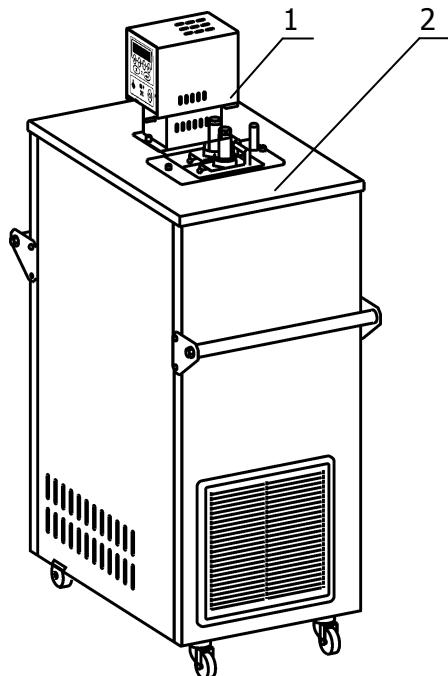
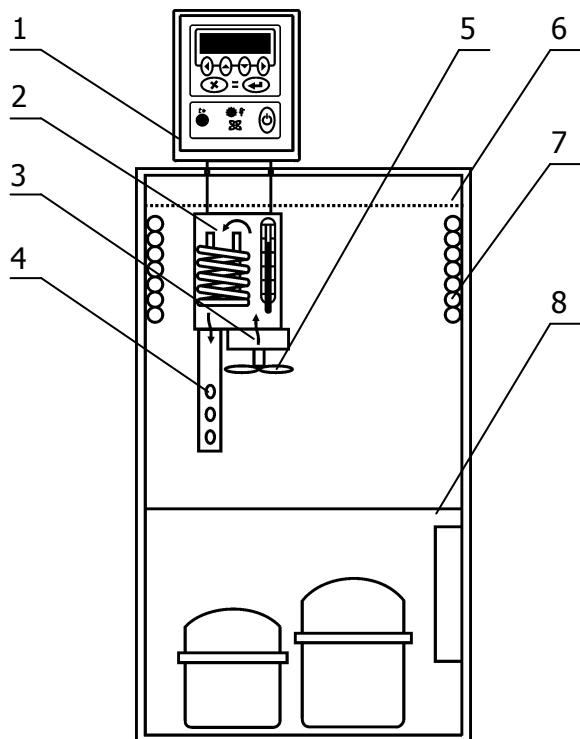

Рисунок 1 – Внешний вид термостата
Рисунок 2 – Устройство термостата
1.4.2 Конструкция термостата состоит из блока регулирования температуры 1 и корпуса 2 (рисунок 1), внутри которого расположены рабочая ванна 6 и холодильная машина 8 (рисунок 2). В рабочей ванне расположены насос 3, перемешивающая крыльчатка 5 и теплообменник 7, по которому прокачивается хладагент при работе холодильной машины (рисунок 2).
1.4.3 Работа термостата заключается в поддержании заданной температуры циркулирующего теплоносителя и обеспечении равномерного температурного поля в рабочей ванне. Циркуляция теплоносителя обеспечивается центробежным насосом 3, расположенным в блоке регулирования температуры (рисунок 2).
1.4.4 Поддержание заданной температуры теплоносителя осуществляется электронным регулятором, расположенными в блоке регулирования температуры 1 (рисунок 2), при помощи датчика температуры и электрического нагревателя. Охлаждение теплоносителя осуществляется с помощью холодильной машины 8 посредством теплообменника 7, установленного в рабочей ванне (рисунок 2).
1.4.5 Циркуляционный насос 3 блока регулирования температуры забирает теплоноситель из рабочей ванны 6 и нагнетает его в резервуар 2 с нагревателем и датчиком температуры. В резервуаре температура теплоносителя регулируется и далее, через выходную трубку 4, теплоноситель поступает в рабочую ванну, где перемешивается крыльчаткой 5 (рисунок 2). Благодаря этому происходит постоянный теплообмен и поддержание заданной температуры. В рабочую ванну может устанавливаться корзина.